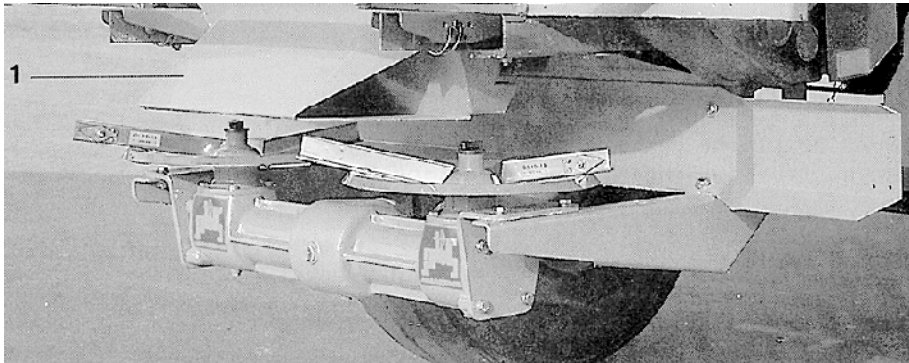
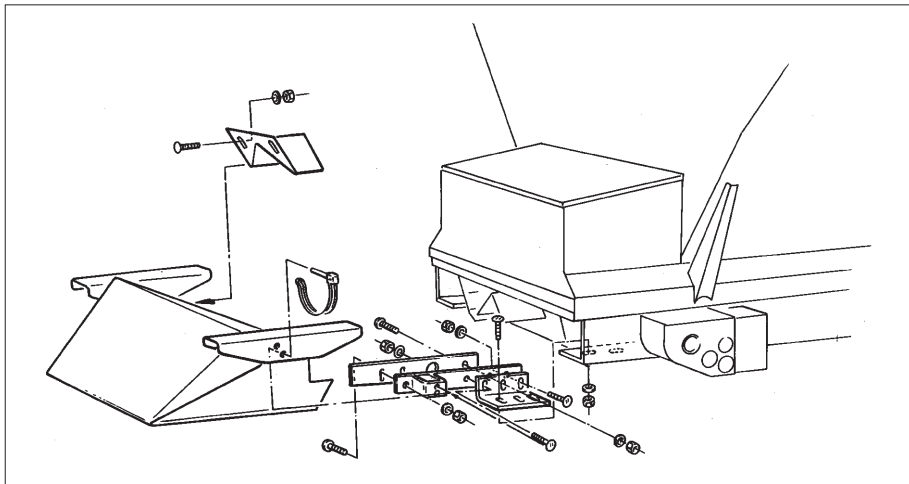

Fig. 7.16
Fig. 7.17
- skruva fast (bild 7.16/1) enligt bild 7.17.